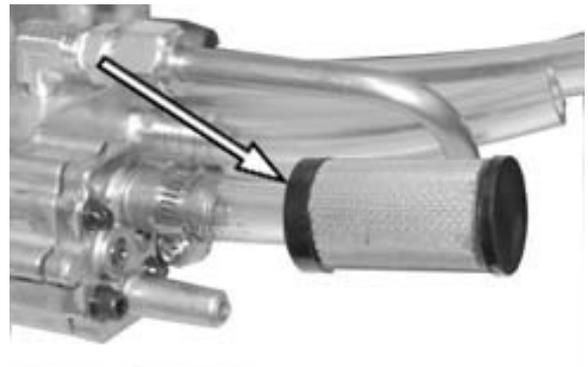

Figura 18.
15. Consulte la figura 18. Reemplace el filtro de succión de entrada.